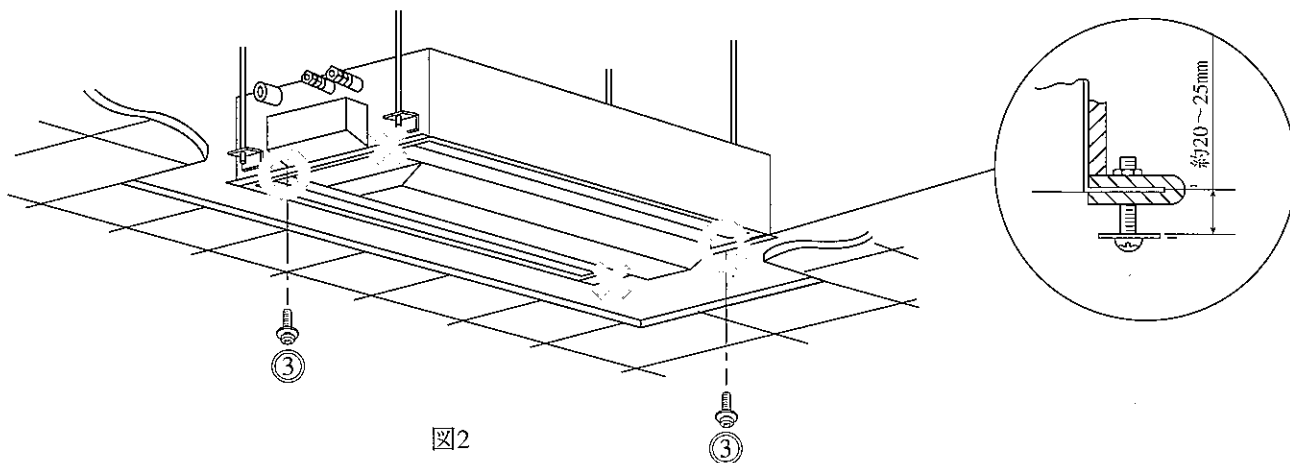

図2
付属の化粧パネル固定用座付ネジ③2本を図2のように取付けてください。(化粧パネル仮固定用)